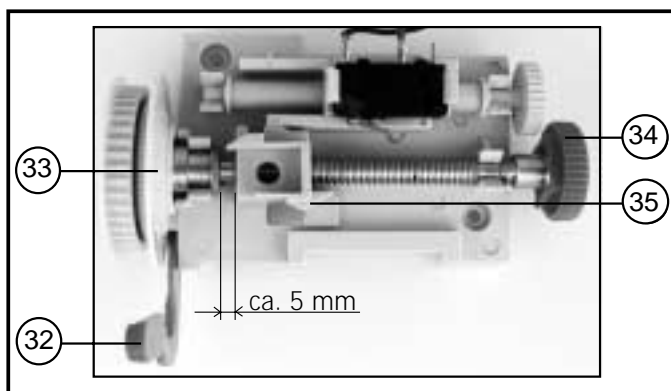

Рис. 6: Настройка референтной точки (ворота закрыты) ца. 5 мм - припл. 5 мм
- Произведите электрические соединения, как показано на рис. 6.
Если в эксплуатацию запускаются ворота с распознавателем препятствий (СКС), то сначала действуйте в соответствии с рис. 6. Оптосенсоры (передатчик и приемник) подключаются позднее.
- Передвигая вперед рычага холостого хода (32) и нажимая на диск переходника (33) ходового колеса, разблокируйте переключающий шпиндель (см. рис. 6).
- Поворачивайте накатной ролик (34) по часовой стрелке до тех пор, пока переключающая каретка (35) не будет находиться примерно в 5 мм от левого скошенного хомутика переключающего шпинделя (см. рис. 6).